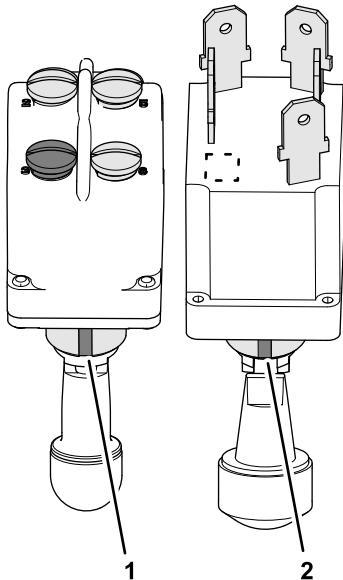

Figura 4
- Identifique los chaveteros de los interruptores de la TDF nuevo y antiguo (Figura 4).